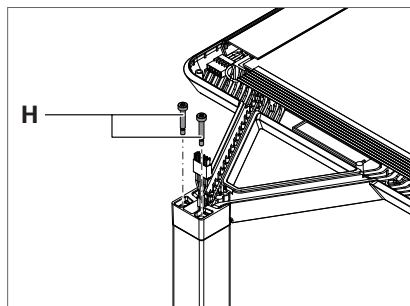

Fig. 4: Fixer la tête du luminaire.
- Serrez les deux vis de réglage **H** jusqu'à ce que les têtes de vis soient à fleur de l'adaptateur, voir Fig. 4.